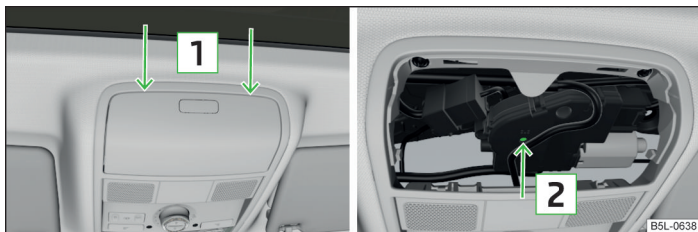

Fig. 190 Punto de apoyo del destornillador/orificio para apoyar la llave
- Introduzca cuidadosamente un destornillador de unos 5 mm de anchura en la ranura, en los puntos indicados con flechas **1** » fig. 190.